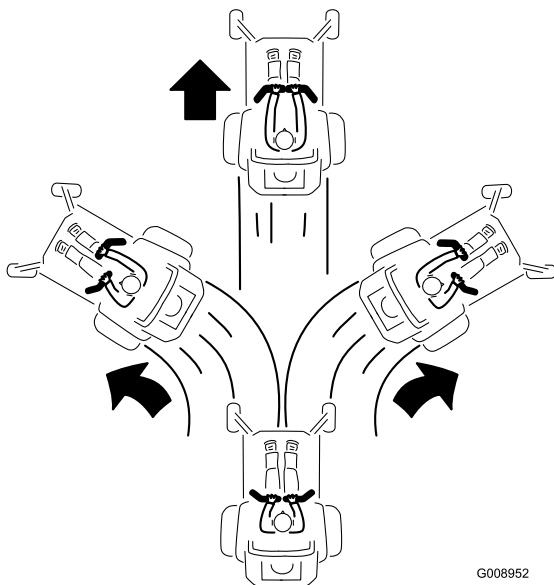

Figura 17
2. Para andar para a frente empurre as alavancas de controlo do movimento para a frente (Figura 17).